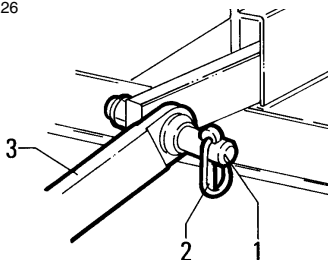

fig. 4.2.1
- Avvicinare in retromarcia il trattore al rasaerba, allineando i bracci del sollevatore del trattore ai due perni laterali di attacco "1" fig. 4.2.1.
- *Reverse the tractor towards the mower, aligning the tractor lift links with the two side coupling pins "1" fig. 4.2.1.*
- Fissarli inserendo le relative copiglie di sicurezza "2" fig. 4.2.1.
- *Fix them in place by means of the relative safety pins "2" fig. 4.2.1.*